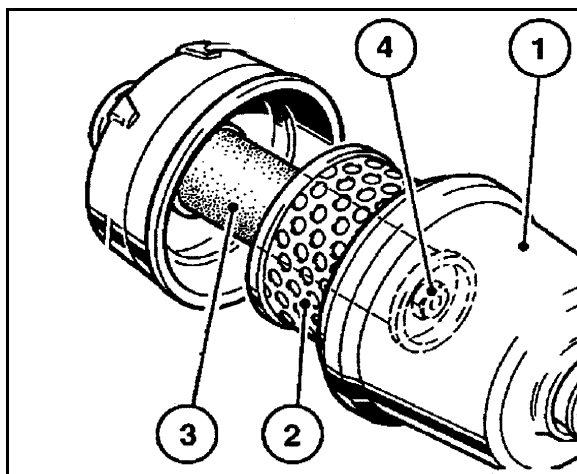

Fig. 146
1. Desserrer les écrous à ailettes du couvercle du filtre (Fig. 146/1).
2. Retirer le couvercle du filtre et desserrer les éléments extérieurs du filtre (Fig. 146/2).
6. remplacer les éléments intérieurs du filtre chaque année, (Fig. 146/3) (ne jamais les nettoyer).
- o Desserrer l'écrou à six pans (Fig. 146/4) et retirer l'élément intérieur du filtre.